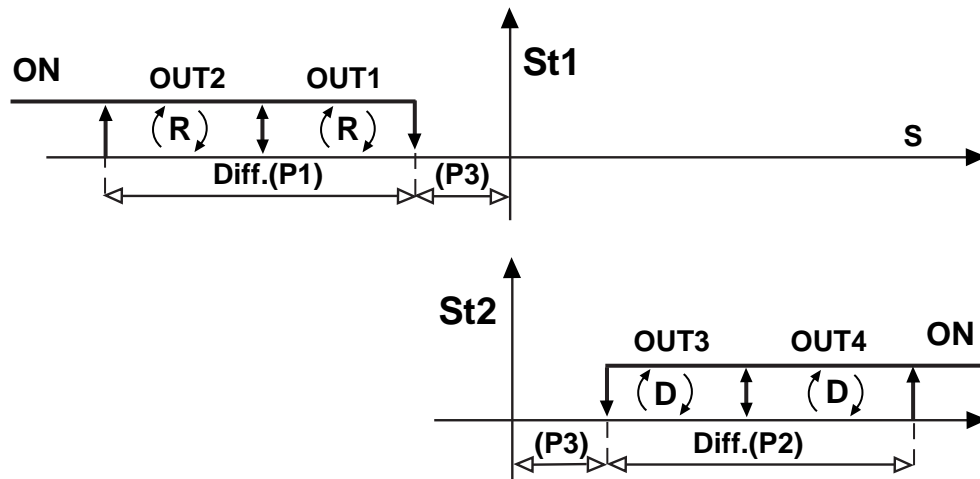

Fig.34
**2- Dans les Modes 3, 4 et 5**, posant C33=1 la régulation se 'dédoube' comme représenté dans la figure 34.
**2- In den Modi 3, 4 und 5** setzen Sie C33=1, dann teilt sich die Regulierung wie in Abbildung 34. Um am Ende die Schaltdifferenzen mit getrennten Direkt- und Reverse-Ausgängen zu erhalten, setzen Sie in den Modi 3, 4 und 5 die ABHÄNGIGKEIT auf St1 der Reverse-Ausgängen und auf St2 der Direkt-Ausgängen. Verwendung der zwei Schaltdifferenzen P1 und P2. St2 ist nicht sichtbar und wird immer gleich dem St1-Wert eingestellt. Dies ist nicht mehr richtig bei C33=1: St2 ist sichtbar und unabhängig und muß vom Benutzer eingestellt werden.